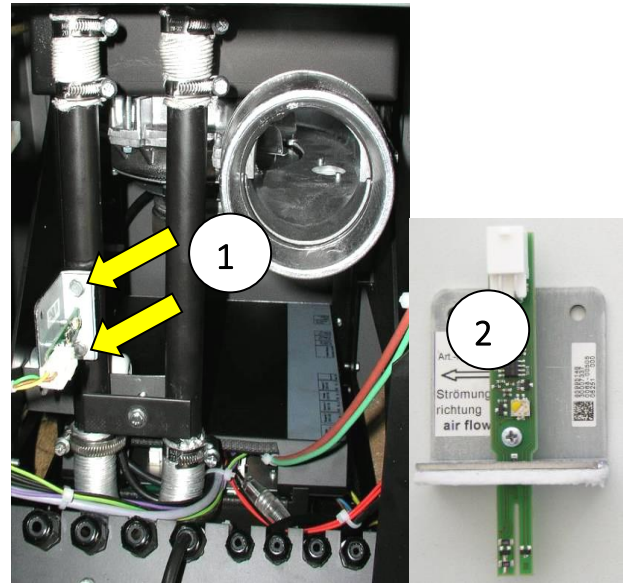

Fig. 60: vis capteur de débit d'air
Démontez toujours intégralement le capteur de débit d'air (LMS) avec la tôle support. Pour ce faire, dévissez les deux vis à 6 pans (Fig. 60 pos. 1).
Lors du remontage, veuillez observer la direction du débit (flèches sur la Fig.60 pos. 2) car cela pourrait sinon entraîner des mesures incorrectes ! Insérer ensuite le capteur de débit d'air à gauche avec la tôle support, tel qu'illustré.